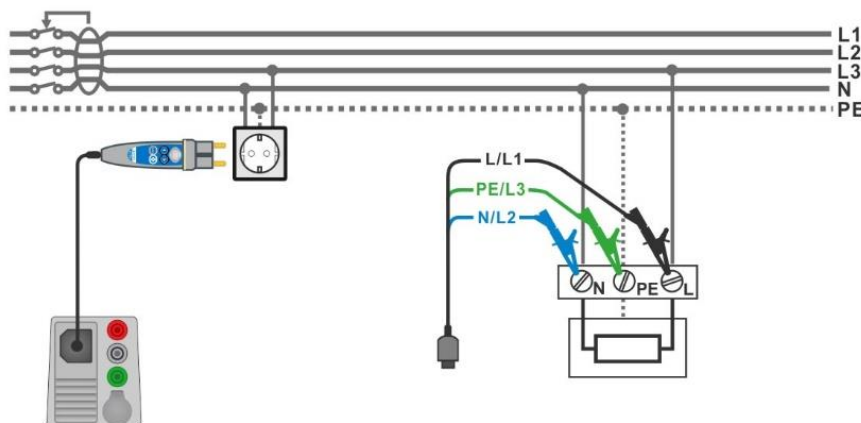

Fig. 4.110: AUTO TN (RCD) mätning
- › Anslut 3-ledar testledn. eller Plug commander till objektet som skall testas, se **Fig. 4.110**.